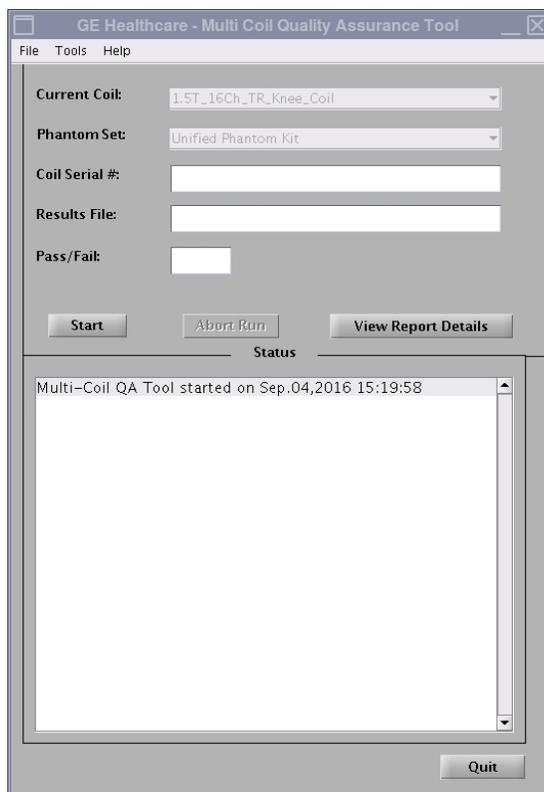

Figura 3
O campo da bobina atual será automaticamente preenchido (Figura 3), com base no ID da bobina conectada ao LPCA. Insira o número de série da bobina que está sendo testada no campo Coil Serial # (Número de Série da Bobina).
2. Clique em **[Start]** (Iniciar) para começar o teste automatizado, como aparece na Figura 3. Dependendo do número de localizações de teste (complexidade da bobina), o teste poderá levar de três a cinco minutos.